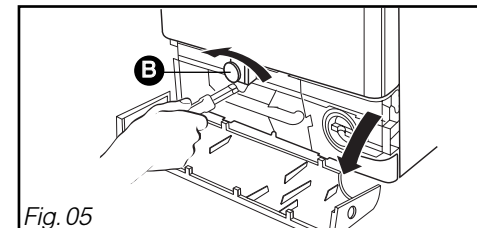

Fig. 05
- Dévissez, à l'aide d'une clé de 10, la vis de maintien de la bride "avant" **B** en plastique rouge (Fig. 05).